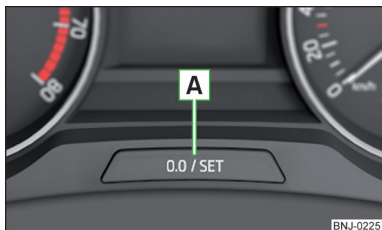

Fig. 26
► Apăsați tasta **A** » fig. 26 la pagina 32.
- > Apăsăți tasta **A** » fig. 26 și mențineți-o apăsată, până când pe afișaj se afișează punctul de meniu Ora.